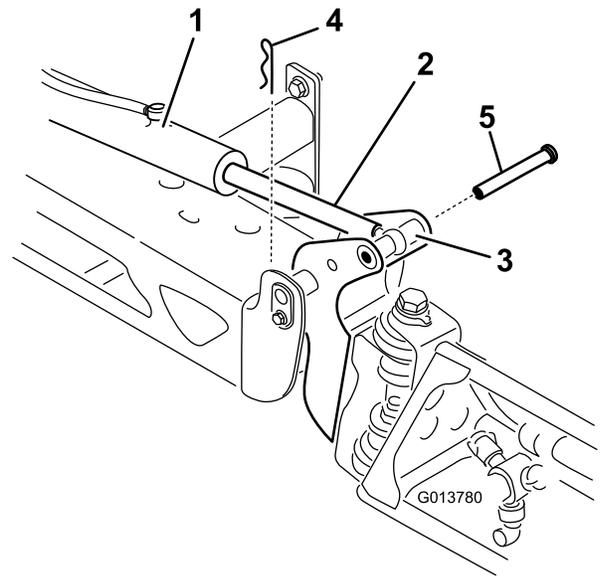

Figure 36
2. Retirez la goupille fendue de l'axe de pivot (Figure 36).
3. Soulevez la rampe et déposez l'axe (Figure 36). Abaissez lentement la rampe au sol.
6. Élevez la rampe pour aligner le pivot sur la tige d'actionneur. Tout en maintenant la rampe, insérez l'axe dans le pivot de rampe et la tige d'actionneur (Figure 36).